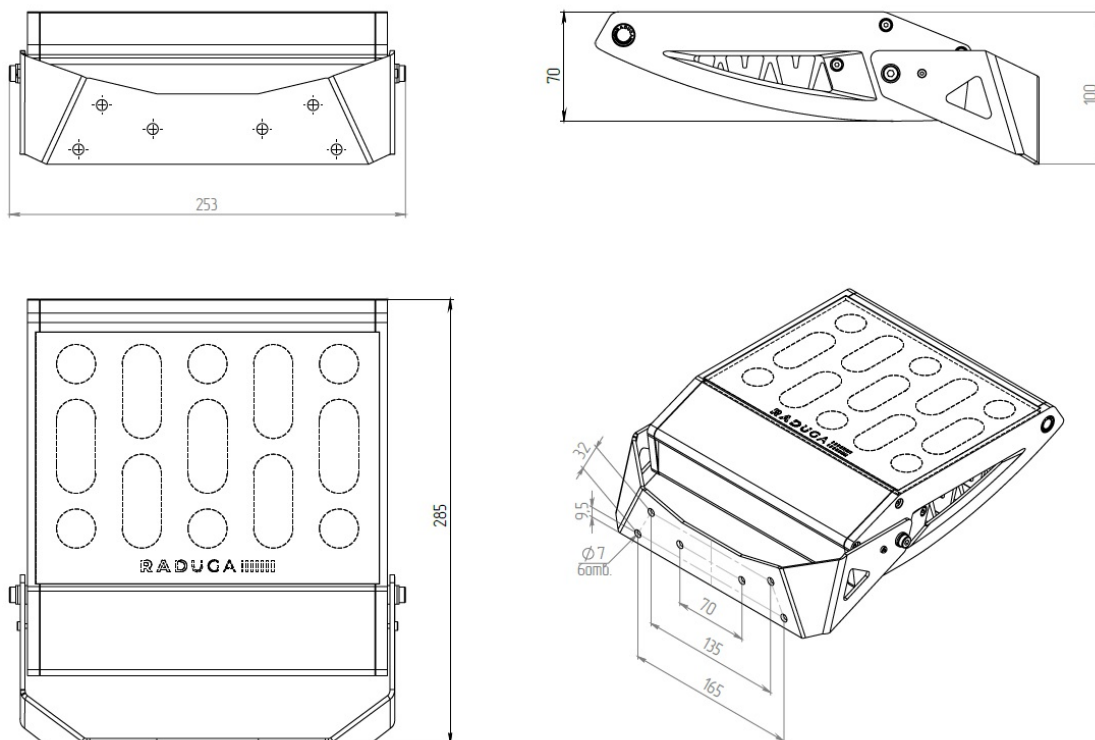

Рис.1
- 2.2. Светильник установить на монтажную поверхность и закрепить монтажными болтами. Усилие закручивания болта не менее 4 Н*м. Габаритные и установочные размеры указаны в таблице 1 и на рис.1- 3.